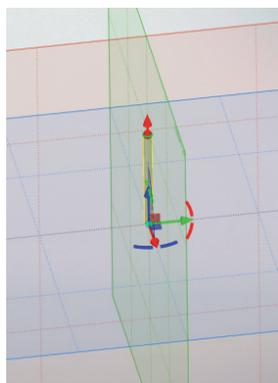

Рис. 15. Создание цилиндра
2.1. Для создания вырезов нам понадобится какое-нибудь другое тело. Пусть в нашем случае это будет цилиндр. Откроем группу *Специальные* и выберем инструмент *Примитив* (рис. 15).